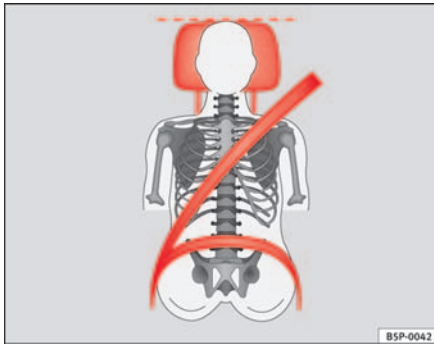
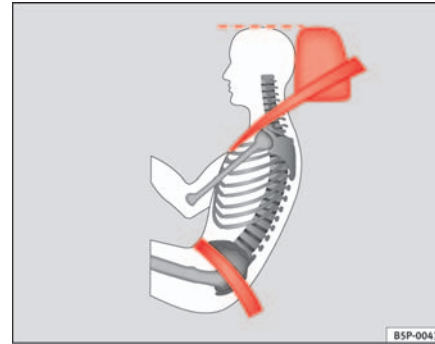

Abb. 87 Von vorne betrachtet: richtig eingestellte Kopfstütze und korrekter Gurtbandverlauf
Abb. 88 Von der Seite betrachtet: richtig eingestellte Kopfstütze und korrekter Gurtbandverlauf
- Stellen Sie die Kopfstützen so ein, dass sich die Oberkante der Kopfstütze möglichst auf einer Linie mit dem oberen Teil Ihres Kopfes, bzw. mindestens auf Augenhöhe befindet ⇒ Abb. 87 und ⇒ Abb. 88.